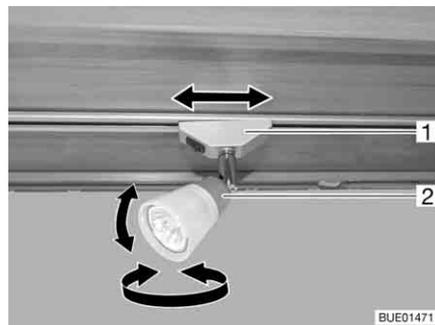

Bild 65 Spotleuchte
Drehen: ■ Gehäuse (Bild 65,2) fassen und drehen.
- Halterung (Bild 65,1) fassen und um ca. 45° drehen.
- Halterung (Bild 65,1) fassen und um 90° drehen.